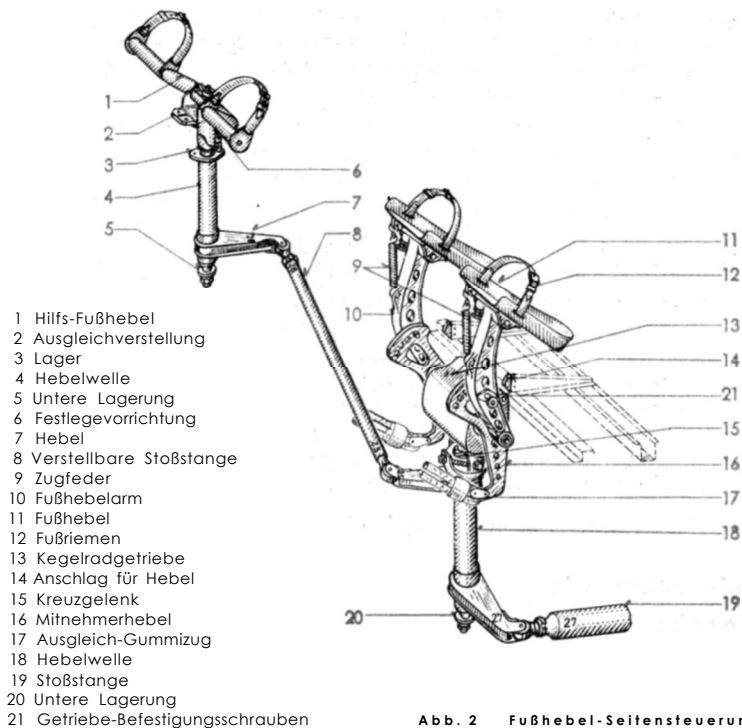

Abb. 2 Fußhebel-Seitensteuerung
Die Betätigung des Seitenruders (Abb. 2) erfolgt durch ein Fußhebel-paar (11) über ein Kegelradgetriebe (13), Kreuzgelenk (15), Hebelwelle (18), Stoßstangen (19), Pendelhebel, Seilzüge mit Pendelführung
Nach Abnehmen der entsprechenden Klappe an der Rumpfunterseite (siehe Deckel- und Klappenübersicht, im Teil 0 „Allgemeine Angaben“) ist der Ausbau nach Abb. 2 wie folgt vorzunehmen:
1. Die beiden Splintbolzen (9) aus der Getriebewelle (3) entfernen und die Fußhebel (2) abziehen.
2. Kreuzgelenk (15) (Abb. 2) bzw. (16) (Abb. 3) trennen.
3. Die vier Schrauben (15) lösen und unteren Deckel (17) mit Kreuzgelenk (16) und Kegelrad (13) herausnehmen.
4. Die beiden oberen Deckel (6) abnehmen und die beiden Kegelstifte (5) nach Entfernen der Splinte von unten durch die Entwässerungslöcher (14) heraus schlagen.
5. Linke und rechte Getriebewelle (3) aus der Lagerung und dem Gehäuse (7) herausziehen, gleichzeitig die Kegelradausschnitte (12) und die Abstandsbuchsen (4) nach unten herausnehmen.